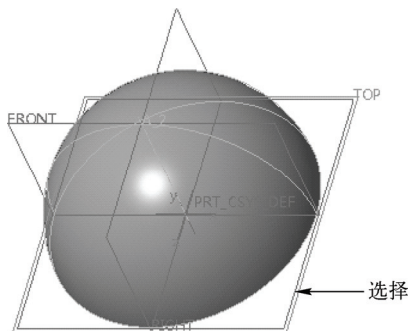

图 10-55 选择“TOP”基准平面
STEP 03 打开“镜像”选项卡, 在绘图区中选择“TOP”基准平面, 如图 10-55 所示。